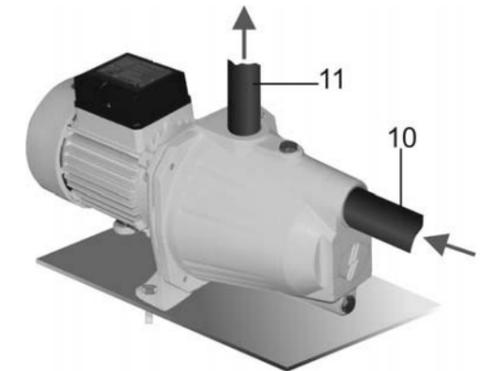

Рис.2
7. МОНТАЖ (Рис.2)
- 7.1. Насос необходимо закрепить к полу или к другой ровной и устойчивой поверхности с помощью двух болтовых соединений (не комплектуются), как показано на Рис.2.
- 8.1. Проверить, достаточен ли уровень воды в ёмкости или в колодце. Если есть вероятность опорожнения всасывающего трубопровода 10 (Рис.2), не оставляйте насос без надзора, чтобы насос не работал "на сухую".
8.5. Открыть запорную арматуру на подающем трубопроводе 11 (Рис.2), чтобы воздух мог выйти из него.
8.8. Проверить поступает ли вода в подающий трубопровод 11 (Рис.2).